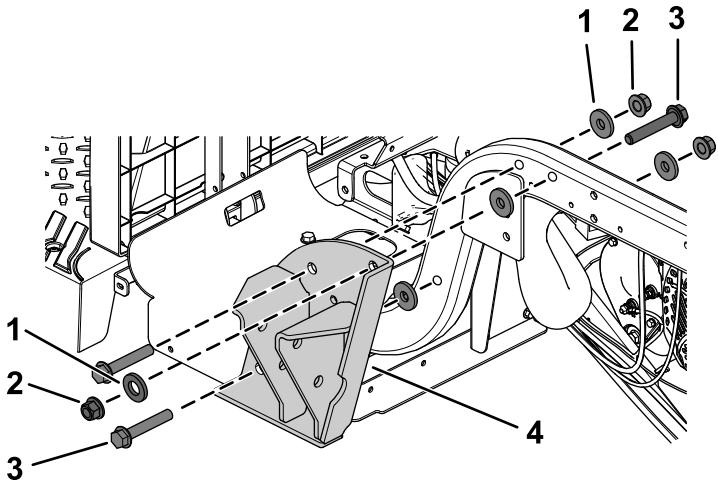

Figura 25
1. Instale un soporte del ROPS usando 3 pernos con arandela prensada ($\frac{1}{2}$ " x 3"), 5 arandelas planas ($\frac{1}{2}$ "), y 3 contratuerzas ($\frac{1}{2}$ "), según se muestra en Figura 25.
Nota: Asegúrese de instalar las 2 arandelas planas ($\frac{1}{2}$ ") en el exterior, según se muestra en Figura 25.